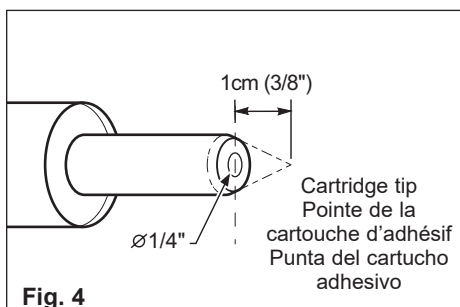

Fig. 4
4. Cut nozzle of adhesive cartridge 1 cm (3/8") from the end at a 90° angle toward the tip. In no case should the adhesive bead be larger than a common pencil diameter - 5 mm (1/4"). **Fig. 4.**
4. Couper le bout de la cartouche d'adhésif à environ 1 cm (3/8 po), dans un angle de 90°. L'ouverture ainsi pratiquée ne doit jamais être plus grande que le diamètre d'un crayon (maximum 5 mm ou 1/4 po). **Fig. 4.**
4. Corte el extremo del cartucho de adhesivo a aproximadamente 1 cm (3/8"), con un ángulo de 90°. La abertura no debe ser mayor al diámetro de un lápiz (5 mm o 1/4" máximo) (**Fig. 4**).